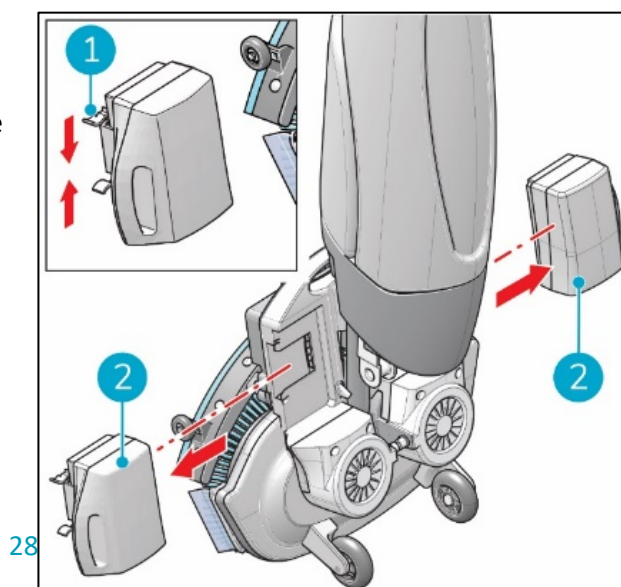

Figure 23
3. Tout en appuyant les deux broches en plastique vers l'intérieur (Figure 23, pos 1), retirez chaque bloc-batterie (Figure 23, pos 2).